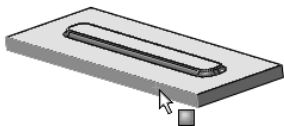
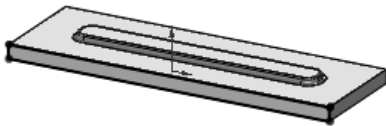

图 10-202 选择基准面
图 10-203 生成草图
⑨ 绘制草图。在实体上选择图 10-202 所示的面作为绘图的基准面，单击“草图”控制面板中的（草图绘制）按钮，然后单击“草图”控制面板中的（转换实体引用）按钮，将选择的矩形表面转换成矩形图素，如图 10-203 所示。